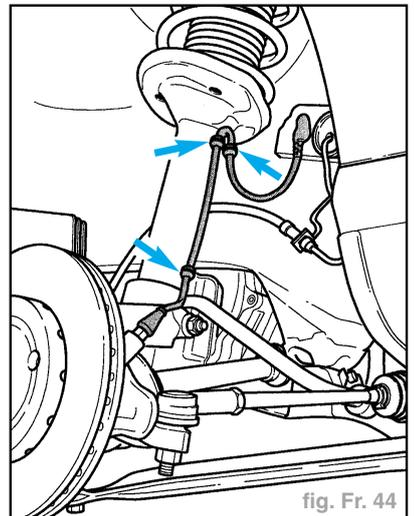

fig. Fr. 44
- Clipser le câble du capteur de régime (flèches) (fig. Fr. 44).